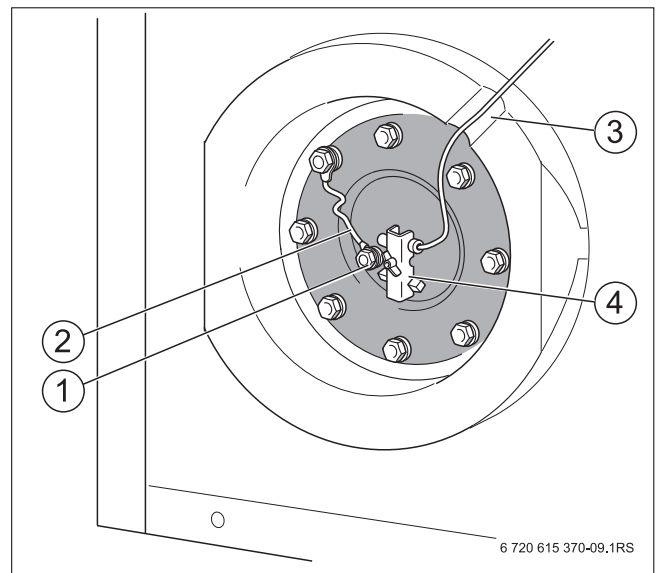

Bild 10 Anschlüsse an der Prüfföffnung
- ▶ Fühlerleitung durch die Aussparung im Wärmeschutz (→ Bild 10, [3]) zum Handlochdeckel führen.
- ▶ Temperaturfühler entsprechend der geometrischen Form bzw. des Durchmessers in die Fühlerbefestigung (→ Bild 10, [4]) montieren.